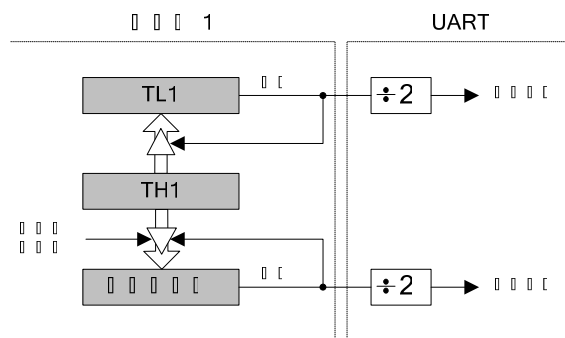

图 22.2 UART0 波特率逻辑
UART0 波特率由定时器 1 工作在 8 位自动重载方式产生。发送 (TX) 时钟由 TL1 产生；接收 (RX) 时钟由 TL1 的拷贝寄存器 (图 22.2 中的 RX 定时器) 产生，该寄存器不能被用户访问。TX 和 RX 定时器的溢出信号经过二分频后用于产生 TX 和 RX 波特率。当定时器 1 被允许时，RX 定时器运行并使用与定时器 1 相同的重载值 (TH1)。在检测到 RX 引脚上的起始条件时 RX 定时器被强制重载，这允许在检测到起始位时立即开始接收过程，而与 TX 定时器的状态无关。